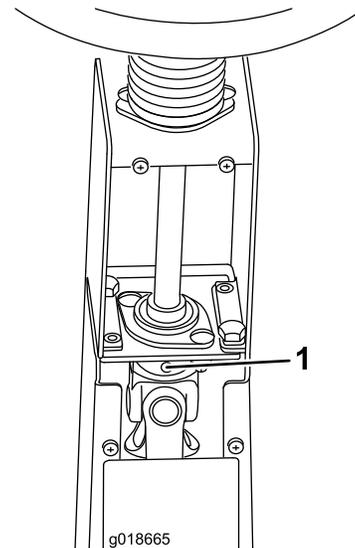

Figure 11
- Roulements de pivot de tête de direction (Figure 11).